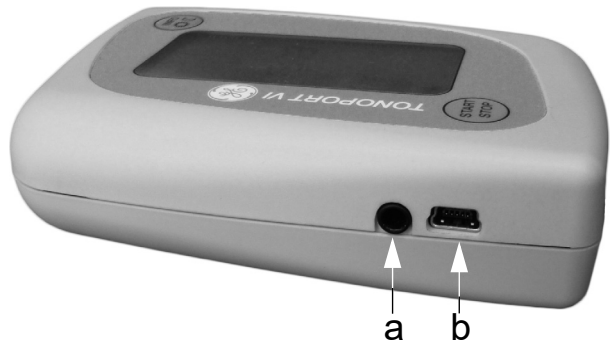

Bild 5-1 Anschlüsse für Verbindungsleitung zum PC
- Bei Verwendung der USB-Schnittstelle (**b**, Bild 5-1) mit der Verbindungsleitung 2001589-040
- Bei Verwendung der seriellen Schnittstelle (**a**, Bild 5-1) mit der Verbindungsleitung 2001589-011
*Bei der Verwendung der USB-Schnittstelle (b, Bild 5-1) muss - wie nachfolgend beschrieben - der USB-Treiber installiert und die Schnittstelle geprüft werden.*